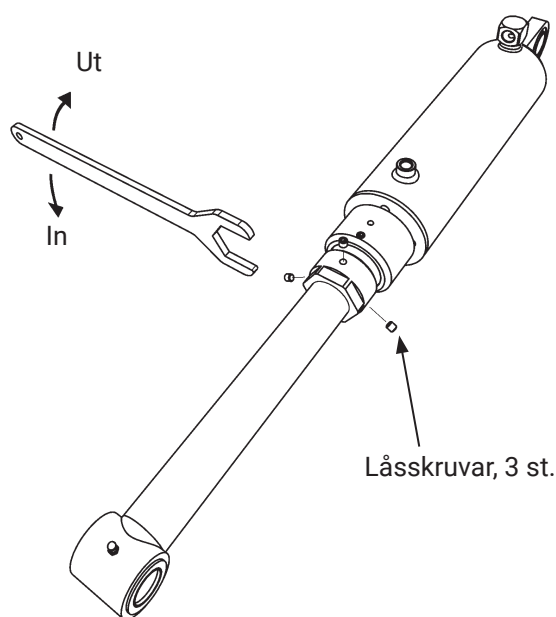

Bild 38. Justering av tiltvinkel
3. Lossa de tre låsskruvarna på cylindern som sitter monterad i plattformen, Bild 38.